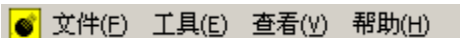

图 5-8
- **菜单栏：** 由 4 个下拉菜单项组成，如图 5-8 所示。单击每个菜单项都会出现一个下拉菜单，各对应一组功能。这 4 个菜单项的子菜单项包含了本软件的全部功能。当某些菜单项呈置灰状态时表示当前状态下此功能无效。